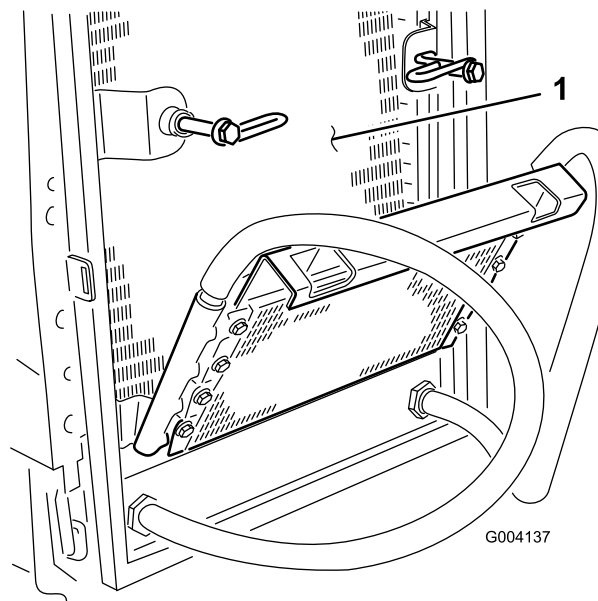

Figura 102
8. Limpe ambos os lados do resfriador de óleo e do radiador por completo (Figura 102) com ar comprimido.